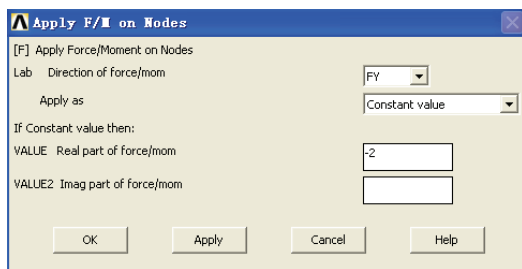

图 4-60 施加集中力载荷对话框
14) 选择 Main Menu | Solution | Define Loads | Apply | Structural | Force/Moment | On Nodes 命令, 出现 Apply F/M on Nodes 拾取菜单, 在输入栏中输入 11, 单击 OK 按钮, 出现 Apply F/M on Nodes 对话框, 在 Lab Direction of force/mom 下拉选框中选择 FY, 在 VALUE Real part of force/mom 输入栏中输入 -2, 如图 4-60 所示, 单击 OK 按钮关闭该对话框。